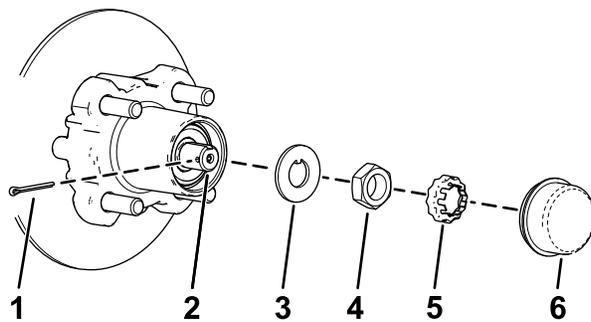
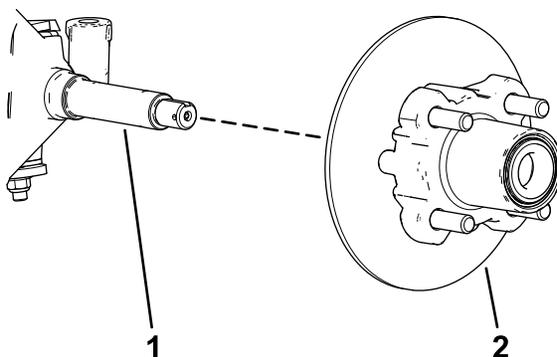

Bild 22
Bild 23
4. Nehmen Sie den Staubdeckel von der Radnabe ab (Bild 22).
5. Nehmen Sie den Splint und die Mutterbefestigung von der Spindel und der Spindelmutter ab (Bild 22).
6. Nehmen Sie die Spindelmutter von der Spindel ab und trennen die Radnabe und den Drehzylinder von der Spindel ab (Bild 22 und Bild 23).